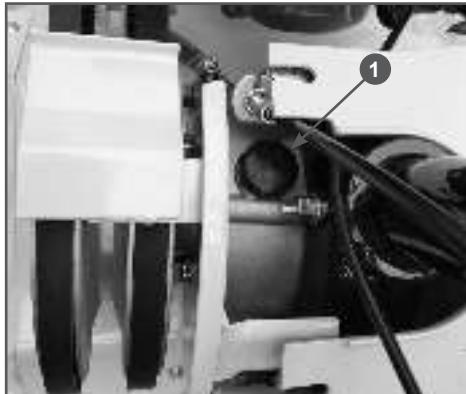
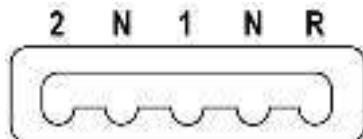

Рис. 13 Пробка маслозаливного отверстия
Рис. 17 Положения рычага переключения передач
- Переведите рычаг переключения передач в положение «R» (Задний ход) (Рис. 17) и открутите пробку 1 маслозаливного отверстия. Пробка находится в верхней части корпуса редуктора слева от стойки рукояток управления (Рис. 13).
Положения рычага переключения передач мотоблока показаны на Рис.17.
1. Исходное положение — рычаг переключения передач находится в нейтральном положении (N).
- при переключении из нейтрального положения «N» — снова установите рычаг в нейтральное положение, быстро нажмите и отпустите рычаг включения хода, подождите 1-2 секунды и снова переместите рычаг переключения передач в требуемое положение (Рис. 17);
- при переключении не из нейтрального положения «N» — не трогая рычаг включения хода и слегка нажимая на рычаг переключения передач в сторону требуемой передачи, немного переместите мотоблок вперёд или назад, или поднимите рабочие рукоятки вверх и переместите рычаг переключения передач в требуемое положение (Рис. 17).